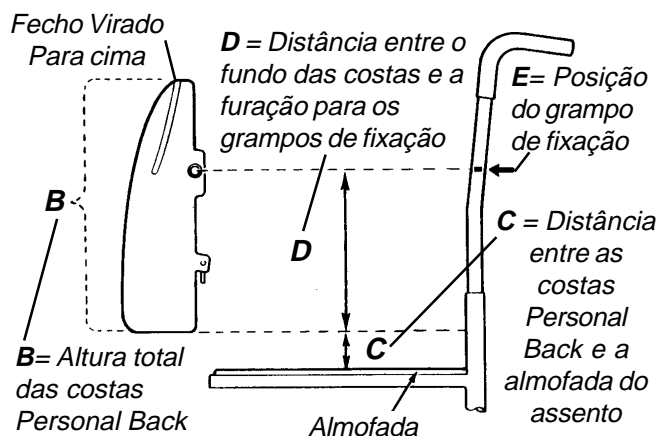

FIGURA 1 – DETERMINAR A POSIÇÃO DE MONTAGEM PARA A INSTALAÇÃO DAS COSTAS
### DETERMINAR A POSIÇÃO DE MONTAGEM PARA A INSTALAÇÃO DAS COSTAS (FIGURA 1)
3. Para obter a altura de costas determinada pelo terapeuta (A), utilizar a seguinte fórmula (FIGURA 1):
- Determinar a altura das costas. Para tal, ver as instruções da FIGURA 1.
1. Determinar a altura das costas. Para tal, ver as instruções da FIGURA 1.